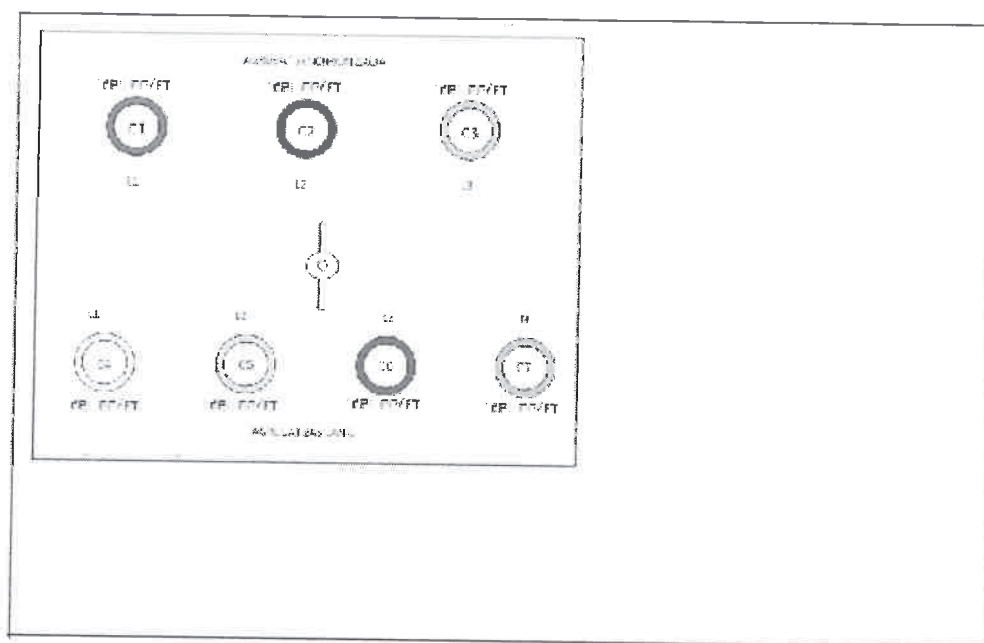

Rysunek 2
- 1.3 Gniazda należy zamontować w sposób umożliwiający podłączenie wtyków przewodów agregatu oraz swobodne manewrowanie rozłącznikiem głównym. Widok tablicy przedstawia rys. 2.